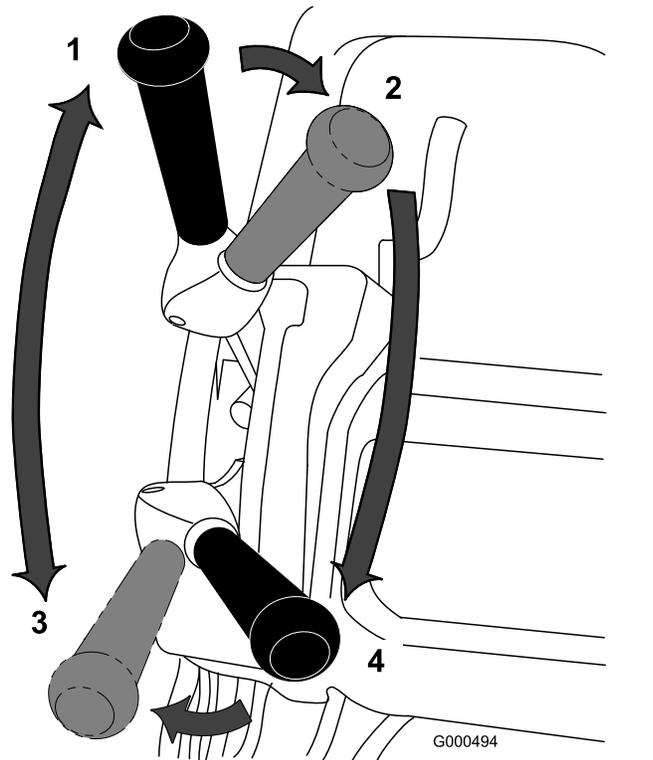

图30
1. 启动发动机将油门设置为低速向下推动手柄以提起滚刀组压低操作员到位控制装置将牵引杠移至接合位置使机器行驶到果岭的环圈上 图30。
2. 将牵引杆移至“分离”位置然后接合滚刀驱动杆 图30。
3. 将牵引杆移至接合位置增加油门速度直至机器按照所需的地面行驶速度行驶将机器行驶到果岭区上放下机器的前部然后开始剪草 图30。